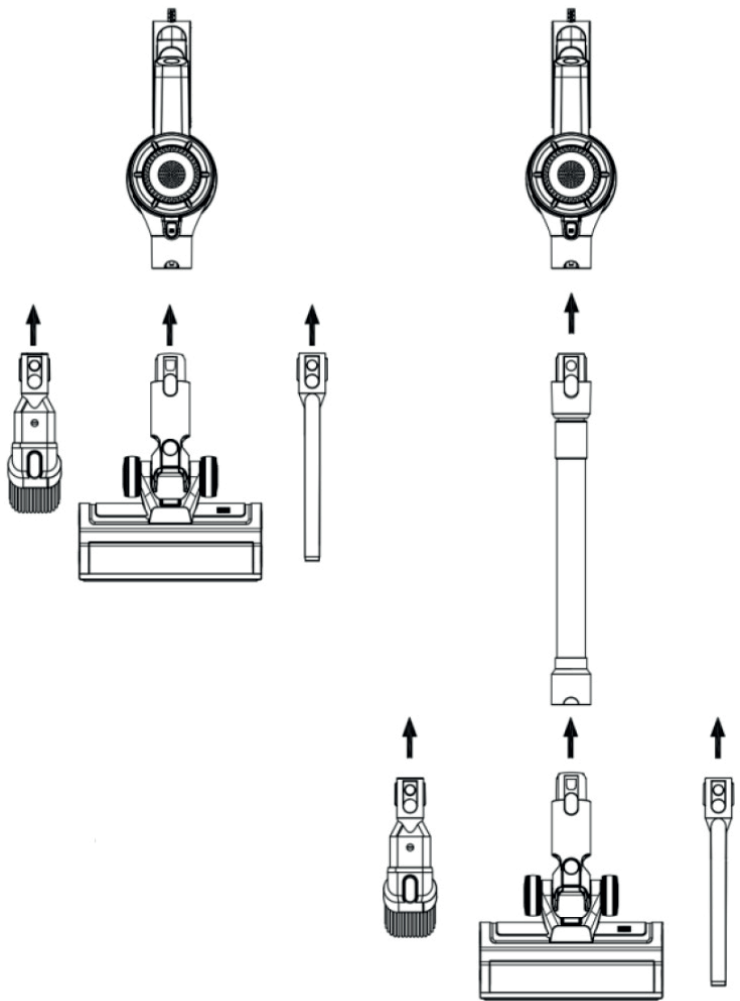

FIG. 2
- Retire el depósito de polvo de la aspiradora pulsando el botón de extracción del depósito y girando la tapa del depósito en sentido horario (FIG. 2).